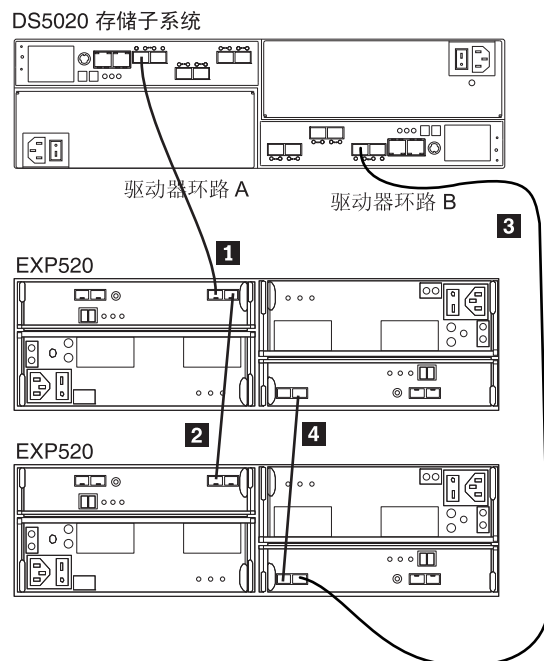

图 28. 正确的 EXP520 冗余驱动器环路配置
- DS5020 存储子系统控制器的控制器驱动器端口必须总是连接到与 DS5000 存储子系统相连的冗余驱动器通道/环路对内 EXP520 左右 ESM 中标注为 1B 的端口上。（第 41 页的图 28 显示这些端口的位置。）
第 41 页的图 28 显示了可使用一个 DS5020 存储子系统和两个 EXP520 创建的冗余驱动器环路。第 41 页的图 28 中提供的数字显示了连接电缆应使用的顺序。请注意，控制器端口连接到左右两边 ESM 上标注为 1B 的端口。
要创建图 28 中所示的驱动器环路 A (DS5000 冗余驱动器环路)，需要执行以下步骤:
要创建图 28 中所示的驱动器环路 B (DS5000 冗余驱动器环路)，需要执行以下步骤: